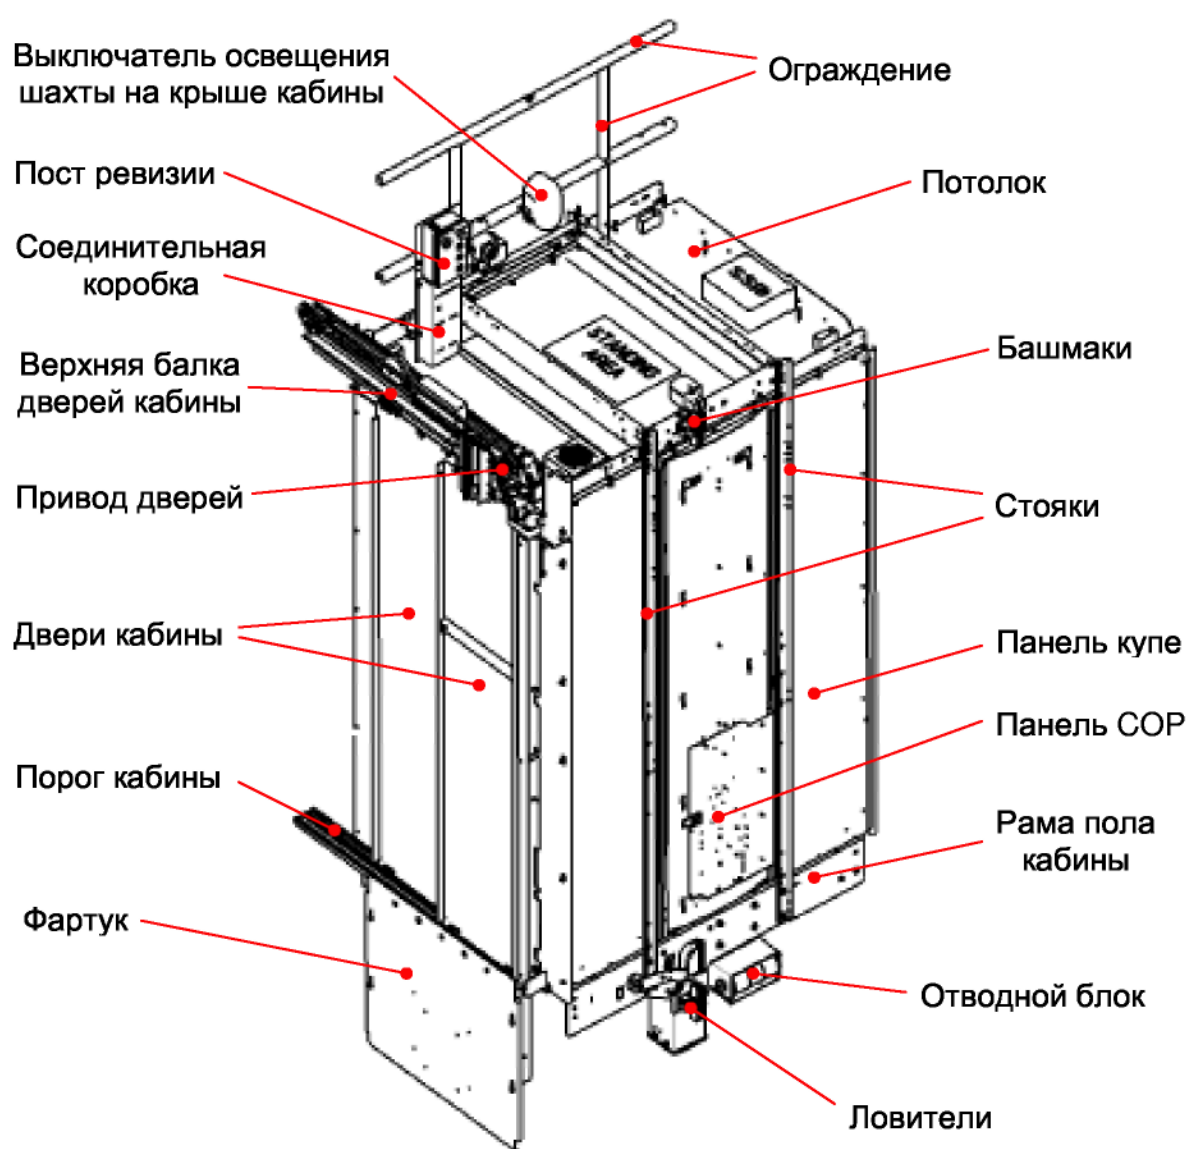

Рис.3 "Кабина лифта"
1.4.2.1. Кабина лифта (*рис.3*) предназначена для перевозки пассажиров, в том числе с грузом. Кабина лифта подвешивается на тяговых ремнях и фиксируется от разворота относительно вертикальной оси направляющими.